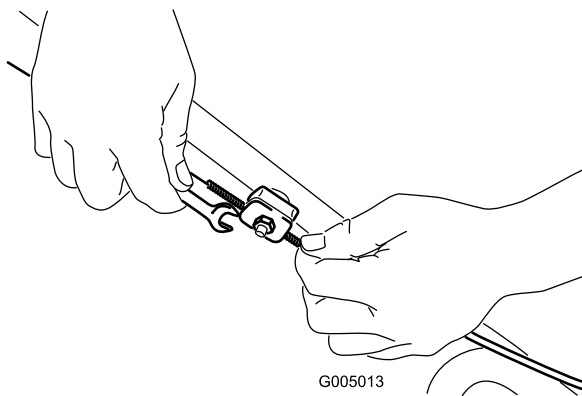

Рисунок 21
1. Ослабьте гайку держателя троса (Рисунок 21).